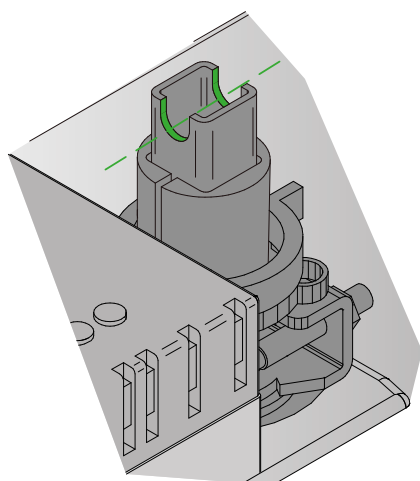

Abb. 17. Der Ausschnitt in der Klappenwelle zeigt die Stellung der Klappe an.
- HINWEIS! Stellung von Klappenblatt und Sicherungsplatte, siehe Abb. 17 und 18.